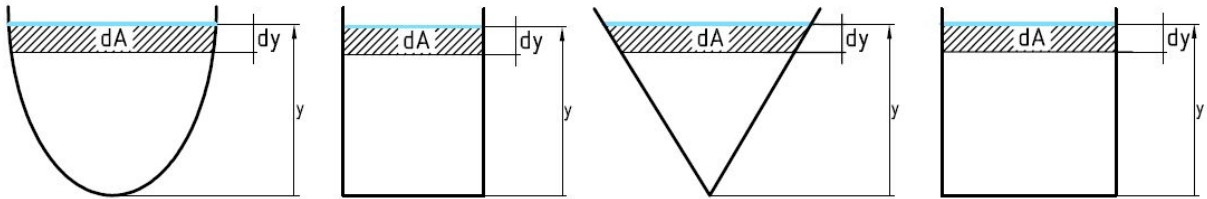

Figura 14: Secciones transversales de diferentes canales de riego
Se quiere construir un canal de riego para viñedos de una importante bodega (Figura 14). Como el canal es abierto, se sabe que el flujo puede darse en tres regímenes: crítico, subcrítico (lento y tranquilo) y supercrítico (rápido y torrencial). El régimen crítico es un estado inestable poco recomendado para el diseño de estructuras hidráulicas. Es por tanto necesario obtener una ecuación característica de este régimen que permita reconocerlo y evitarlo. Posteriormente, es conveniente determinar las variables posibles de controlar con el diseño del canal para que el régimen del flujo sea supercrítico y el agua fluya rápidamente.
3. Observe la Figura 14 y determine qué geometrías del canal son posibles bajo la suposición que  $dA/dy$  sea constante. Justifique su respuesta.